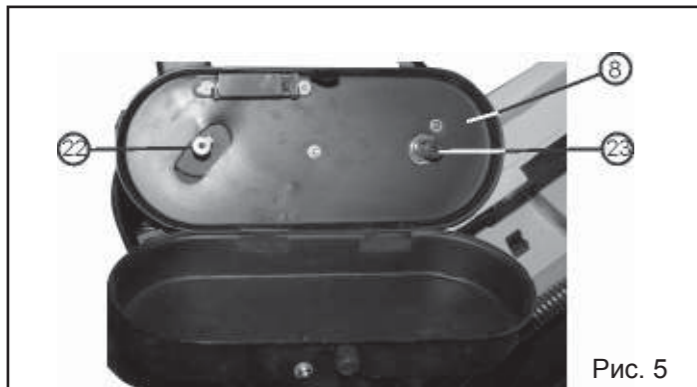

Рис. 5
8.4.1. С ленточной пилы и электродвигателя (9) снять шкивы (20 и 21), и как показано на Рис.5 установить и закрепить кожух привода (8).